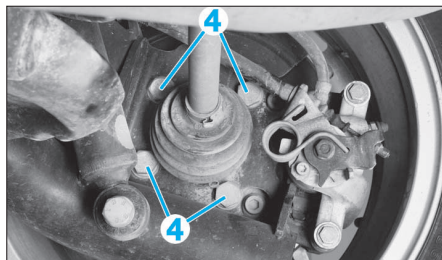

FIG. 31
- Déposer les vis (4) du moyeu (Fig.31).